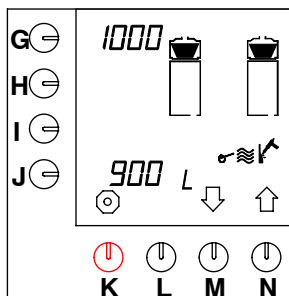

Fig. 18 Contador de eliminação de cal do sistema de preparação de café
- O contador de eliminação de cal aparecerá no visor. Consulte a fig. 18 .
- No visor (fig. 18) ao lado da tecla de programação (G.) será exibido o número de litros de café após o qual será necessária a eliminação de cal.